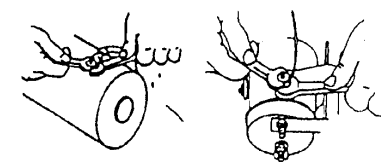

Figura 10
**PRECAUCIÓN** Al conectar cables a las terminales del motor y solenoides (relevadores), sujete la tuerca interna al apretar la tuerca exterior. No permita que giren las terminales del motor porque puede romper los cables internos o desalinearse la pieza. Tenga especial cuidado en evitar que giren las terminales del solenoide (relevador). Cualquier giro puede dañar el solenoide (ver la Figura 10).